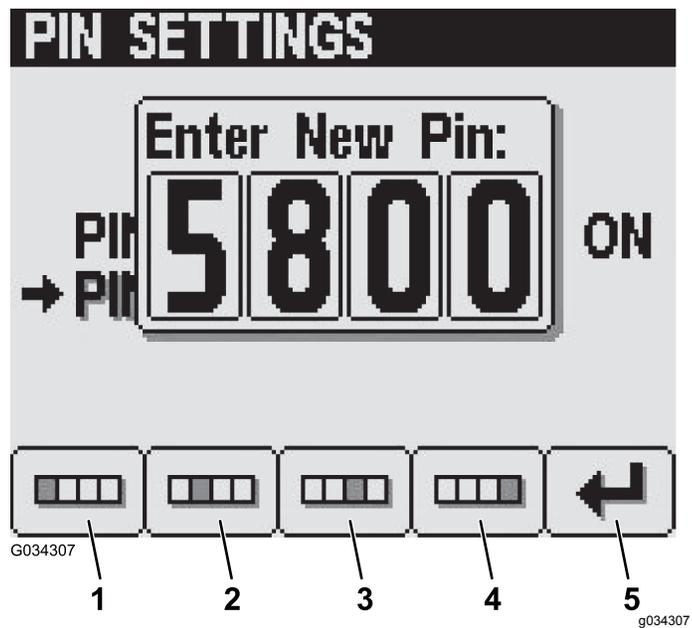

Figura 36
5. Nella schermata Inserisci nuovo PIN, inserite il vostro nuovo PIN utilizzando i pulsanti da 1 a 4 e premete il pulsante 5 per inserire il nuovo PIN nell'InfoCenter (Figura 36).